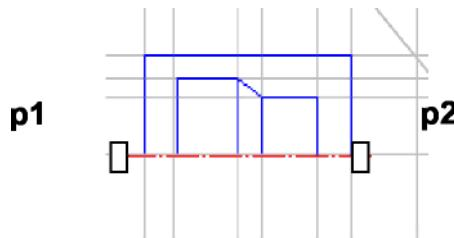

Рис. 1.22. Построение симметричного изображения
5) указать последовательно первую точку **p1**, а затем вторую **p2** принадлежащих оси симметрии (рис. 1.22). Для завершения построений нажмите кнопку в **Панели свойств**